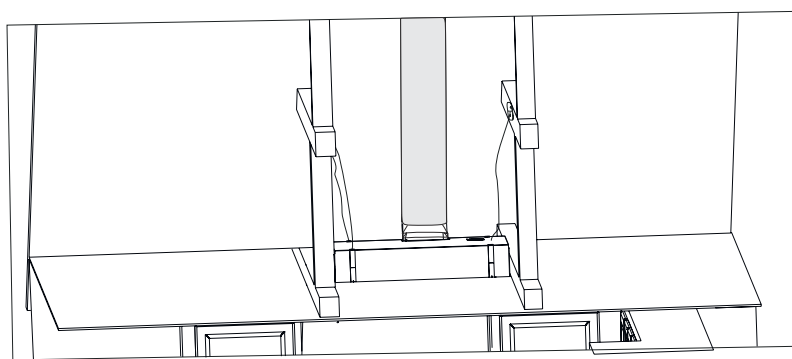

Fig. 15
9. ➤ Anslut ena änden av utsugskanalen till utsugsstosen ovanpå fläkten och den andra änden till takkåpan (Fig. 15).